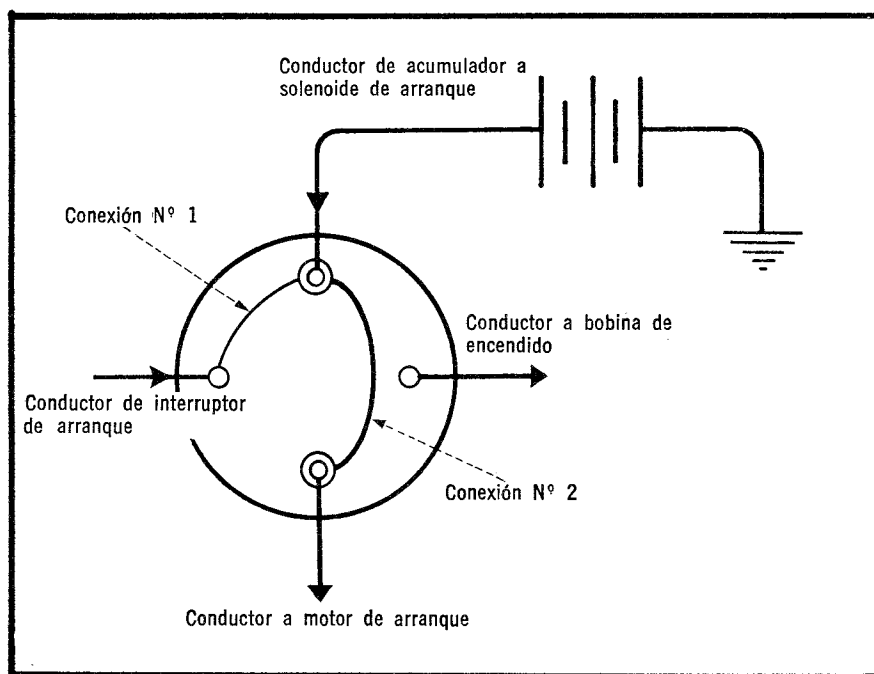

Fig. 4 — Prueba del circuito de arranque.
2. Conecte un cable puente desde el terminal del acumulador en el solenoide al terminal del interruptor de encendido en el mismo solenoide (Fig. 4, cable 1). Si en estas condiciones el motor no arrancara, es muy probable que el solenoide de arranque se encuentre deficiente.
Si el solenoide de arranque produce el ruido característico cuando se actúa sobre el interruptor de encendido, conecte un cable puente de diámetro relativamente grande en el terminal del borne positivo del acumulador en el solenoide hasta el terminal para el motor de arranque (Fig. 4, conexión 2). Si el motor gira, reemplace el solenoide. Si el motor no gira, observe la chispa que se produce al conectar y desconectar el cable puente. Si la chispa es potente pruebe el motor de arranque y el impulsor como se explica más adelante. Si la chispa es débil o no hay chispa, proceda como